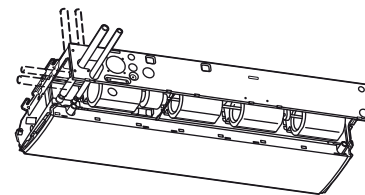

Abb. 3-19
● Die Positionen für die Anschlüsse der Kühlmittelleitungen sind in der untenstehenden Abbildung gezeigt. (Die Leitungen können in drei verschiedene Richtungen verlegt werden.) (Abb. 3-19)
- \* Wenn der Ablaufschlauch durch die linke Seite geführt wird, sich auf Abb. 3-19 beziehen, dann zum Installieren des Schlauchs die obigen Anweisungen ausführen. Den vorher herausgenommenen Gummistopfen nun an der rechten Seite anbringen.